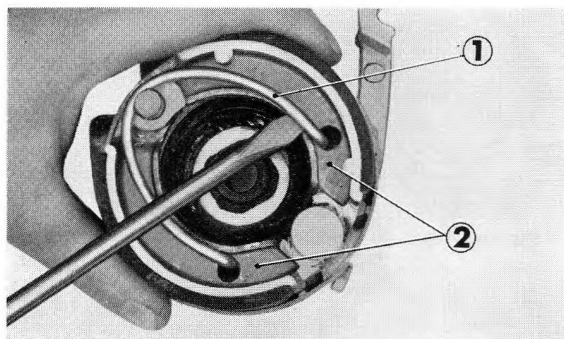

Figure 4-2 : ① ressort de rappel des segments
4. Oter le ressort de rappel des segments, et démonter ceux-ci. (figure 4-2)